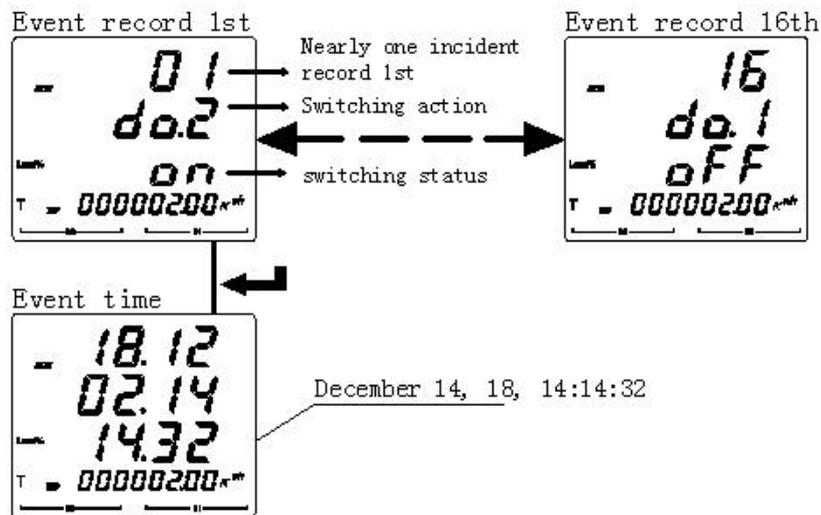

Figura 22
5.2.7 Vea los parámetros de registro de eventos del AMC72L/96L como se muestra en la Figura 22.